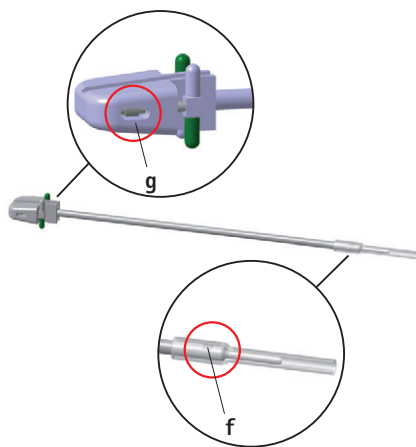

Fig. 4
- Régler l'arrêt de sécurité en position centrale **g**, voir Fig. 4.